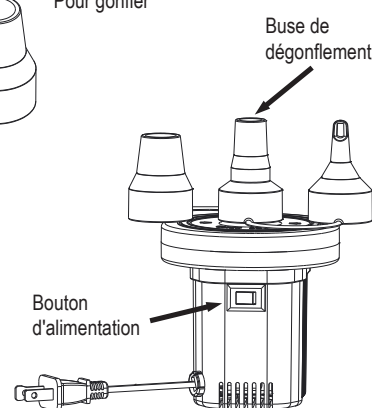

FIG. 2
- Appuyez sur le bouton d'alimentation pour démarrer la pompe à air. (Fig. 2)
- Insérez la buse dans la sortie de dégonflage de la pompe à air. (Fig. 2)
- Appuyez sur le bouton d'alimentation pour commencer à dégonfler le pneumatique. (Fig. 2)